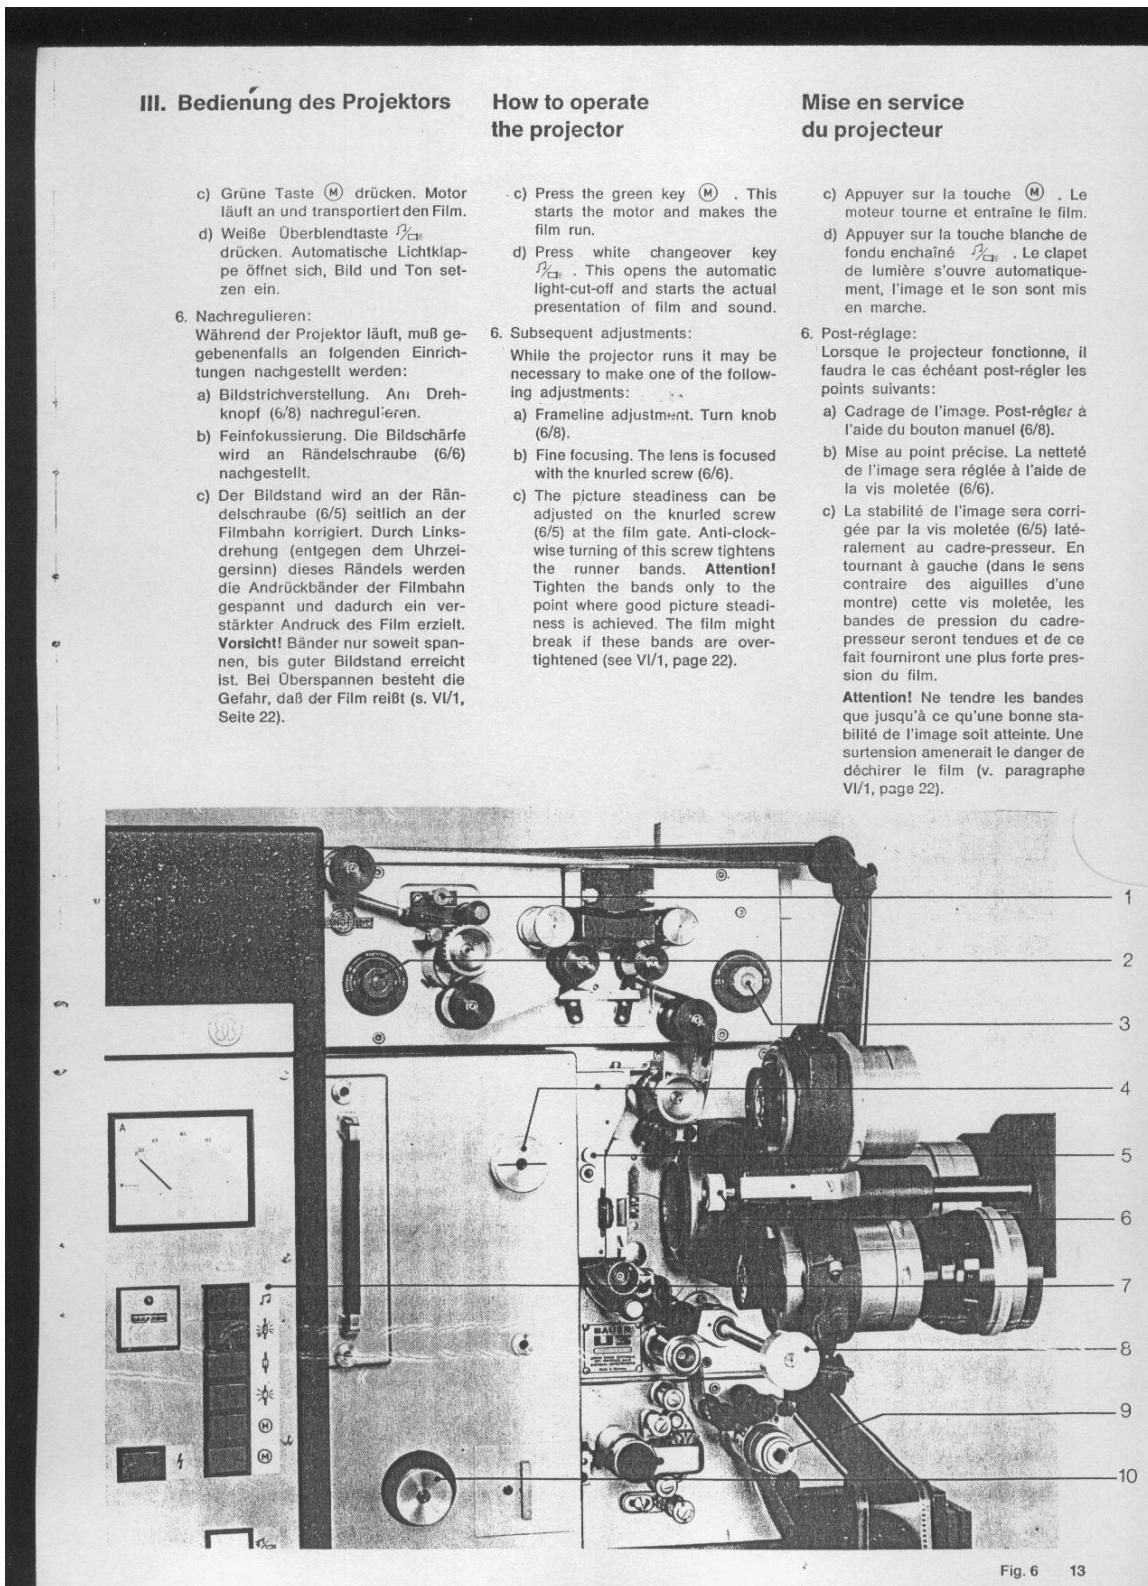

Fig. 6 13
- Hand-Lichtverschlußklappe durch Drehen des Handknopfes (6/4) um 90° öffnen. Strichmarkierung auf Knopf muß dann waagerecht stehen (wie Fig. 6 zeigt).
- Open the manual light cut-off by rotating the knob (6/4) by 90 degrees. Marking line on the knob must then be in horizontal position (see Fig. 6).
b) Ouvrir manuellement le clapet de fermeture de lumière de 90° par pression sur le bouton manuel (6/4). Le trait servant de repère sur le bouton doit être horizontal (comme le montre la fig. 6).